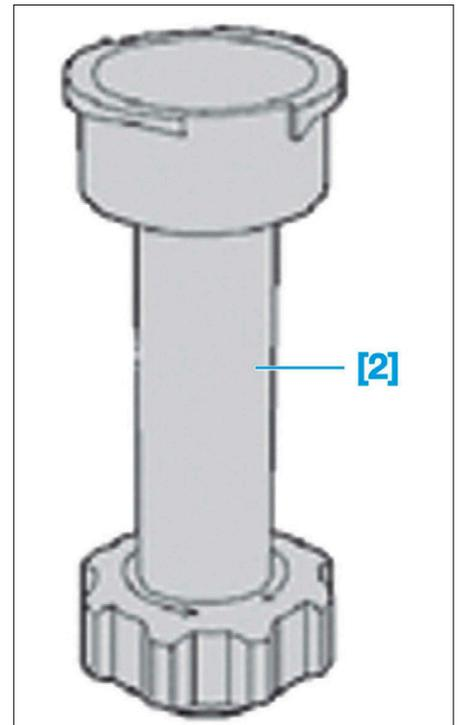

FIG. 21
- [2]. Adaptateur pour cylindre de charge (réf : 0173-B) (Fig.21).